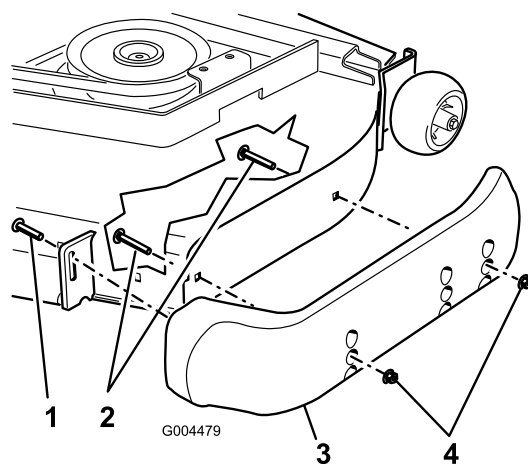

图7
3. 松开各个防滑块前部的螺丝。Guardian 剪草机有 2 个防滑块侧排草剪草机有 1 个防滑块图7。